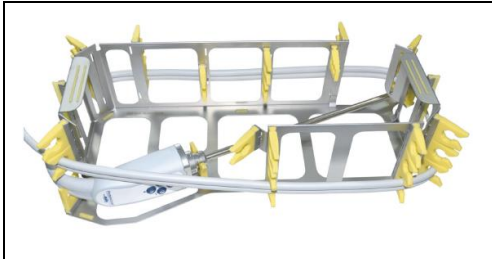

図2： ケーブルをワイヤバスケットに垂直方向に配置した状態
- ▶ 軽くテンションをかけながらケーブルをワイヤバスケットの下部から上部に巻き付ける。ケーブルが側部のシリコンホルダで垂直方向に固定されていることを確認す（図2参照）。